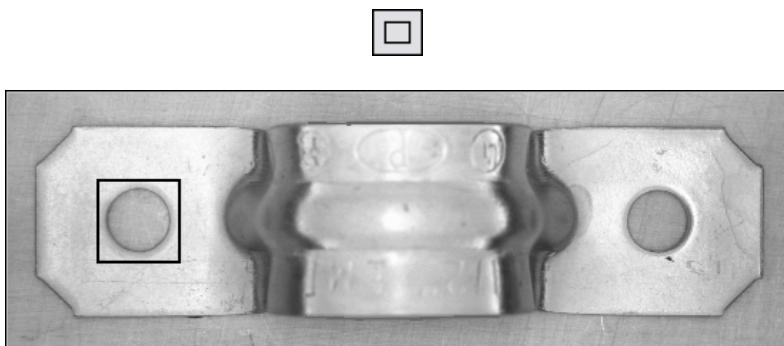

図 4-2. テンプレートパターンを選択する
4. 図 4-2 に示すように、**長方形ツール**を使用して、クリック & ドラッグで画像内の左の穴の周りに四角い ROI を描きます。この ROI がテンプレートパターンとなります。